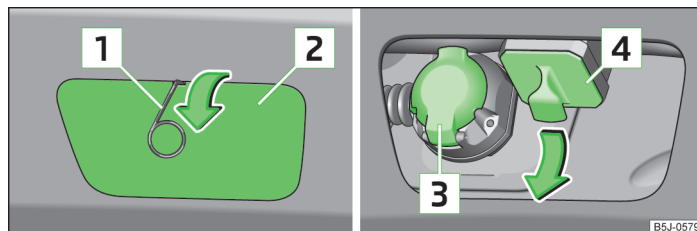
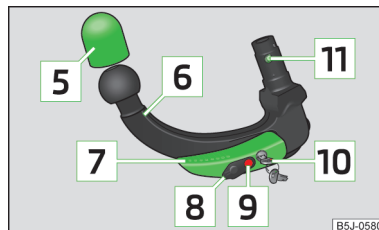

Fig. 100 Demontarea măștii: la bara de protecție spate / pentru locașul de fixare
Fig. 101
Descrierea imaginii » fig. 100 și » fig. 101
- Detașați masca de pe bara de protecție din spate **2** » fig. 100 la pagina 119 cu ajutorul bridei pentru extragerea capacelor de roată, în sensul săgeții.
- Scoateți masca pentru locașul de fixare **4** » fig. 100 la pagina 119 în sensul săgeții » !.
După demontare, păstrați masca [2] precum și masca [4] » fig. 100 la pagina 119 într-un loc adecvat, în portbagaj.
- Introduceți masca pentru locașul de fixare **[4]** » **fig. 100** la pagina 119 în sens opus săgeții.
► Aplicați masca pe bara de protecție spate **[2]** » **fig. 100** la pagina 119 la „cârligele” din partea de jos a barei de protecție.